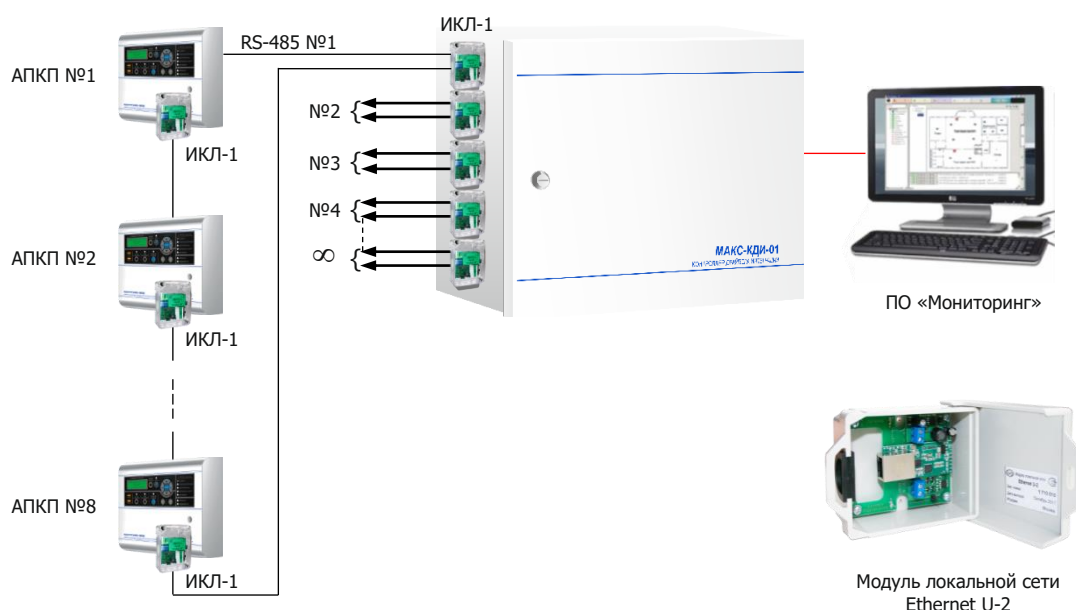

Рис.6. Построение сети для управления устройствами пожарной автоматики с помощью контроллера драйвера интеграции МАКС-КДИ.
3.4.1. При необходимости объединения в сеть АПКП числом более восьми это можно сделать с помощью контроллера МАКС-КДИ с установленной в нем программой «Мониторинг» (рис.6). Контроллер имеет сертификат пожарной безопасности, выполнен на основе промышлен-